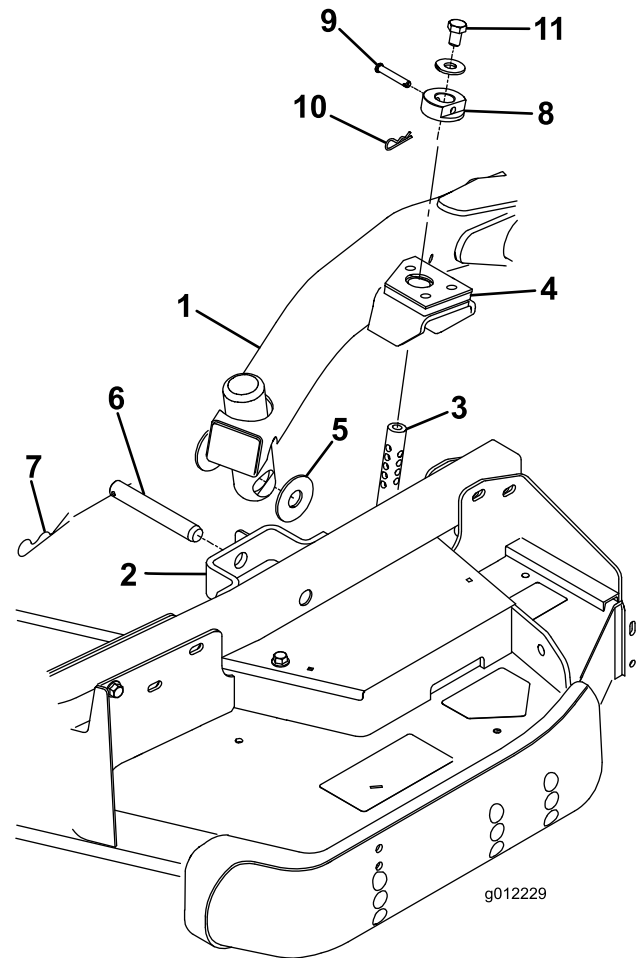

Bild 4
2. Stellen Sie den Hubhebel auf die Schweben-Stellung. Drücken Sie einen Hubarm nach unten, bis die Löcher im Hubarm mit den Löchern in der Laufradarmhalterung ausgerichtet sind, und die Schneithöhenstange in die Hubarmpolster eingesetzt werden kann (Bild 4).
3. Befestigen Sie den Hubarm mit zwei Druckscheiben, einem Lastösenbolzen und einem Splint am Laufradarm. Legen Sie die Druckscheiben zwischen den Hubarm und die Halterung des Laufradarms (Bild 4). Setzen Sie das Ende des Splints in den Schlitz im Laufradarm ein, um den Splint zu arretieren.
7. Befestigen Sie die Schneithöhenstellringe an den Schneithöhenstangen und befestigen Sie sie mit den Lastösenbolzen und den Splints (Bild 4). Der Kopf des Lastösenbolzens sollte möglichst zur Mähwerkvorderseite zeigen.
8. Setzen Sie oben auf jeder Schnitthöhenstange eine Schraube (1/2 x 3/4 Zoll) und eine Scheibe ein (Bild 4).